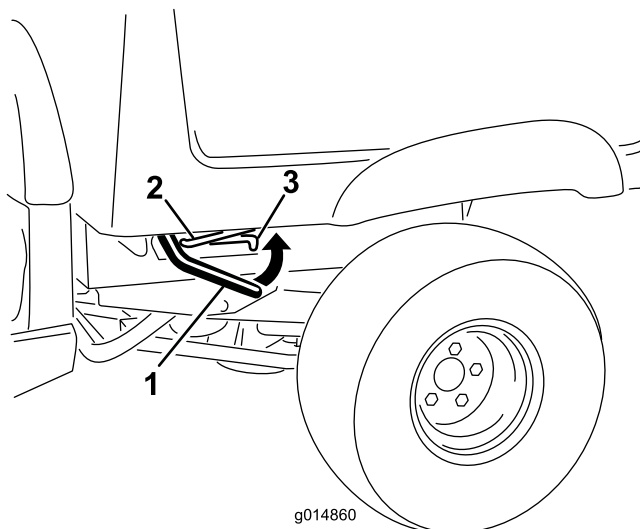

Figura 2
5. Sollevate le leve su entrambi i lati del pianale di carico e sollevate il pianale (Figura 2).